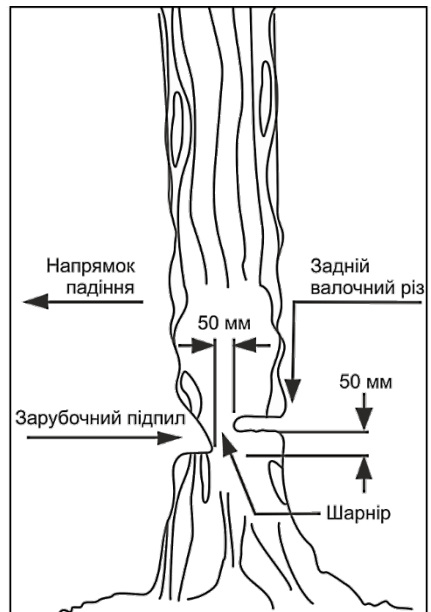

Рисунок 5
4.3.2 Зарубочний підпил (рисунок 5)
4.3.3 Задній валочний різ (рисунок 5)